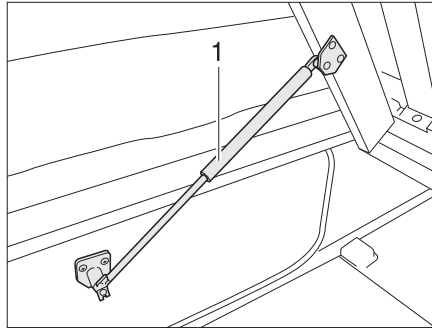

Bild 63 Festes Bett
- Lattenrost anheben. Die Gasdruck-Federn (Bild 63,1) halten den Lattenrost in geöffneter Stellung.